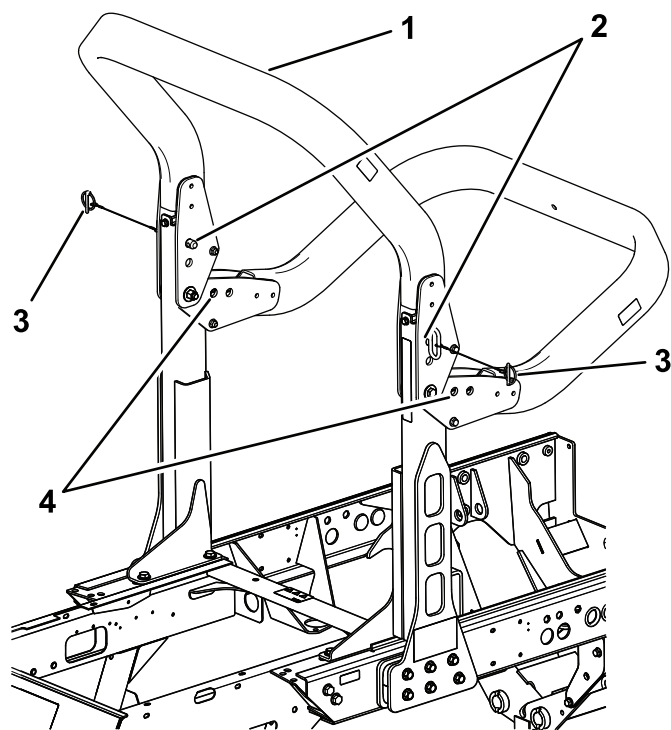

Figure 62
2. Soutenez le poids du cadre supérieur pendant que vous enlevez les goupilles de verrouillage et les axes de chape des supports de pivot (Figure 62).